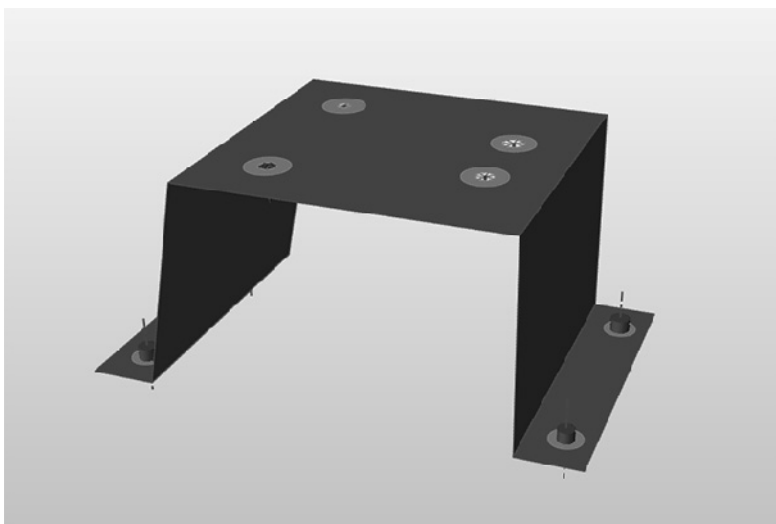

图 14-22
1) 打开安装目录中 Tutorials 文件夹中的 2dtopology_and_contact.stmod 文件，如图 14-22 所示。该模型包含几何体和载荷。